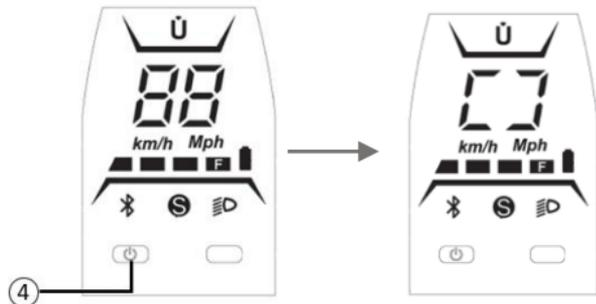

Imagen 1.
- Pulse el botón de encendido (4), diez veces consecutivas, su Producto ingresara a modo de Reset (Imagen 1).